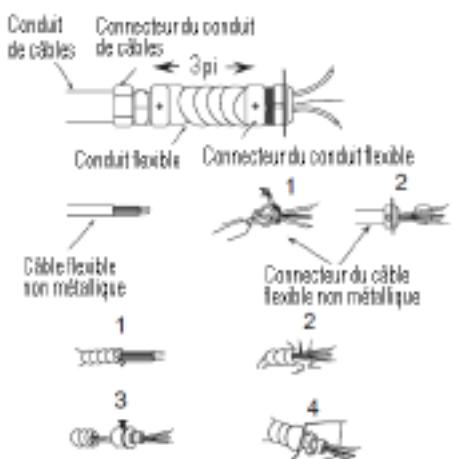

Figure 6 – Connecteurs, câbles et quincaillerie utilisés pour brancher le radiateur
**REMARQUE :** Tout le câblage doit être effectué par un électricien certifié et se conformer aux codes régissant l'électricité à l'échelle locale et nationale aux États-Unis. Certains usages peuvent nécessiter des conduits de câbles. Voir la figure 6. Consultez les codes locaux régissant l'électricité. Si vous faites passer le câblage dans un conduit de câbles et que vous désirez pouvoir tourner le radiateur, assurez-vous de disposer d'un conduit flexible suffisamment long.